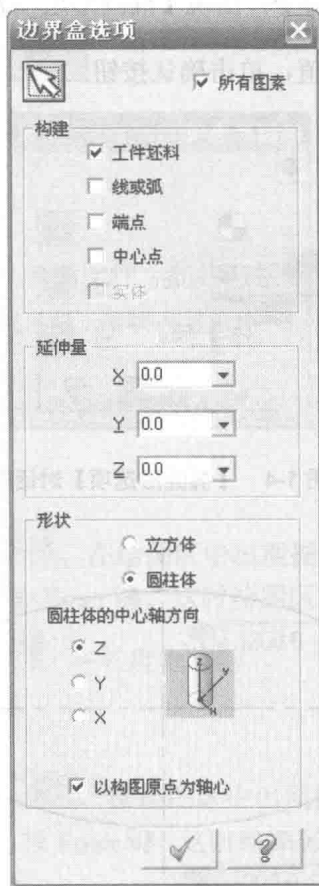

图 1-7 【边界盒选项】对话框
① 从刀具路径管理器中选择【属性】下的【材料设置】选项，打开【工件设置】对话框。选择工件形状为圆柱体，单击 **边界盒(B)** 按钮，弹出【边界盒选项】对话框，选择圆柱体的中心轴线方向为 Z，如图 1-7 所示。单击确认按钮 ，返回【工件设置】对话框。